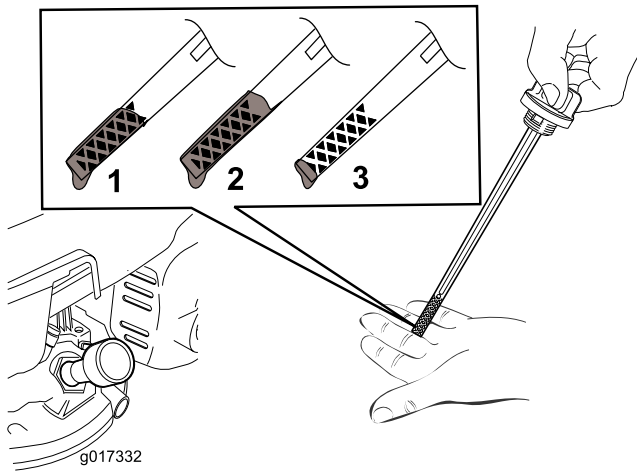

Bild 7
2. Ziehen Sie den Peilstab (Bild 7) heraus.
Hinweis: Füllen Sie das Motorkurbelgehäuse mit Öl, bis der Peilstab angibt, dass der Ölstand richtig ist, wie in Bild 7 dargestellt. Wenn Sie zu viel Öl in den Motor füllen, lassen Sie etwas Öl ab, siehe „Wechseln des Motoröls“.